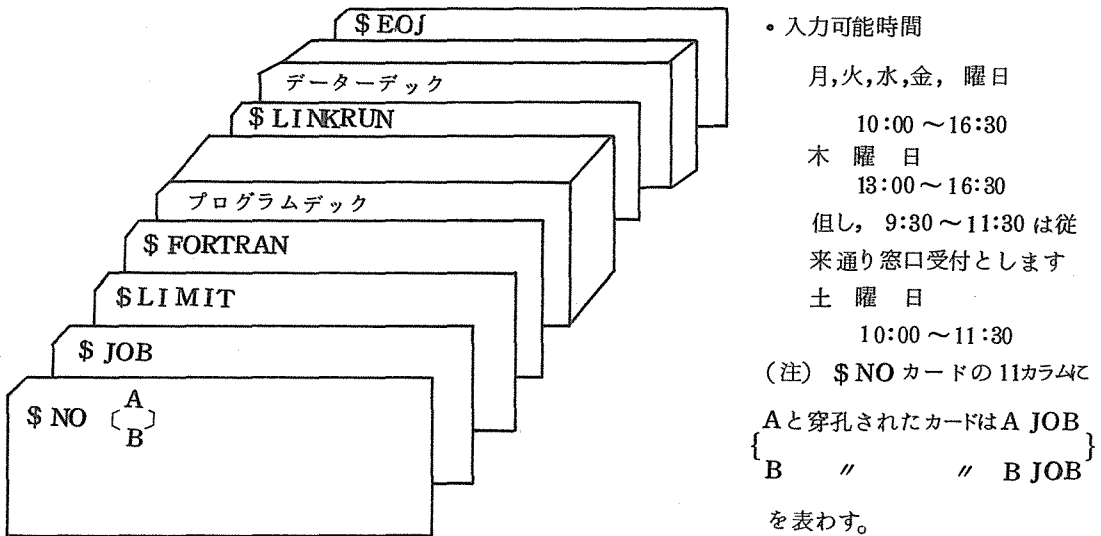

図4-1 標準形カードデッキ構成（利用者入力）
① AおよびB JOBを依頼される時は、図4-1の要領でカードデッキを用意し、オープン入出力装置室（センター2階）の利用者入力用カード読取装置からカードデッキを利用者自身で入力していただきます。（カード読取装置の取扱いについては、「8.カード読取装置の入力操作法」の項を御覧下さい）